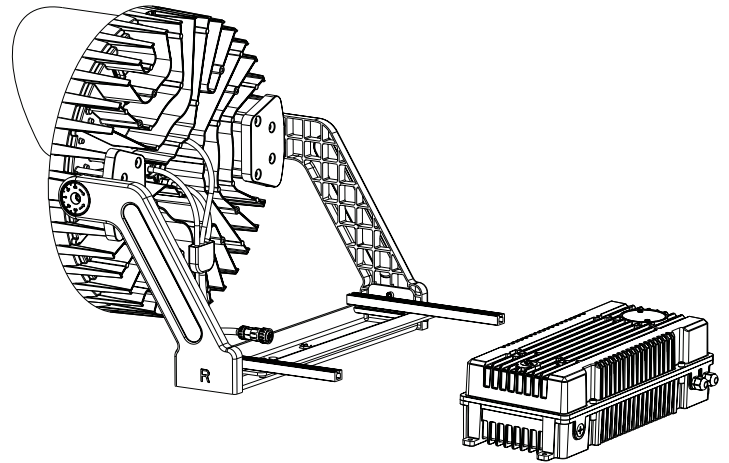

Figure 25
- Retirez le boîtier du pilote des rails de guidage, comme illustré à la Figure 25.